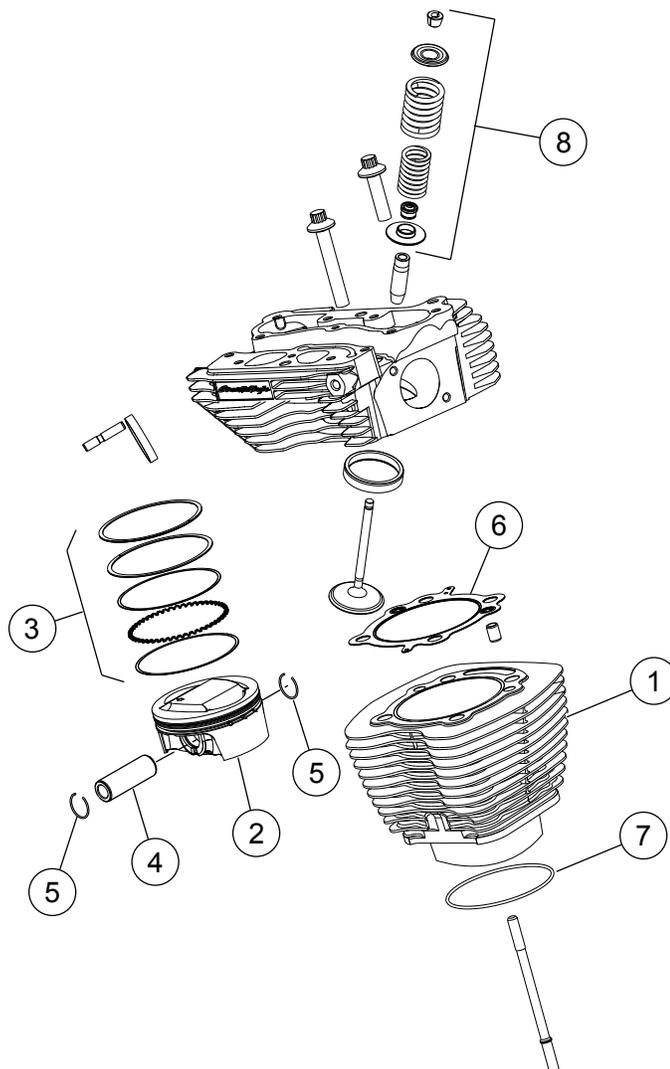
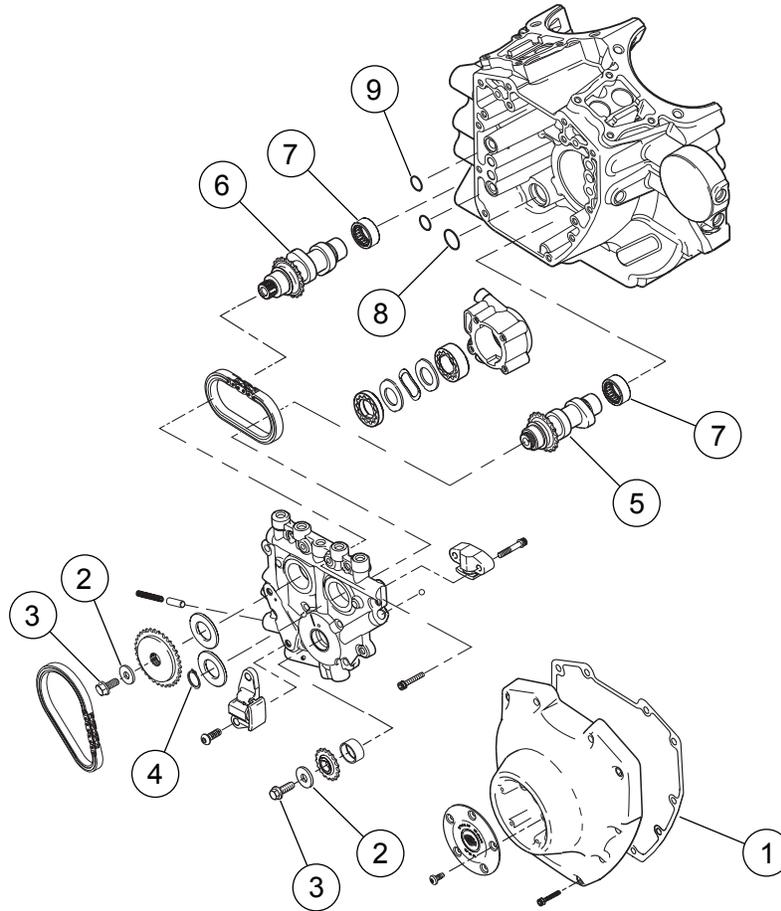

Figura 1. Piezas de servicio: Kit Stage 3 Screamin' Eagle Pro TC 1690 cm³ (103 pulg.³)
Figura 3. Piezas de servicio: Kit Stage 3 Screamin' Eagle Pro TC 1690 cm³ (103 pulg.³)
Vea de la Figura 1 a la Figura 3 y de la Tabla 1 a la Tabla 3.
1. Vea Figura 3. Inspeccione los cojinetes de agujas del árbol de levas (7) y reemplácelos si es necesario.
2. Vea de la Figura 1 a la Figura 3. Arme las levas en la placa de las levas, los resortes de las válvulas de rendimiento en las culatas de los cilindros y el extremo superior del motor usando las piezas del kit. Vea las secciones MOTOR en el Manual de servicio correspondiente.